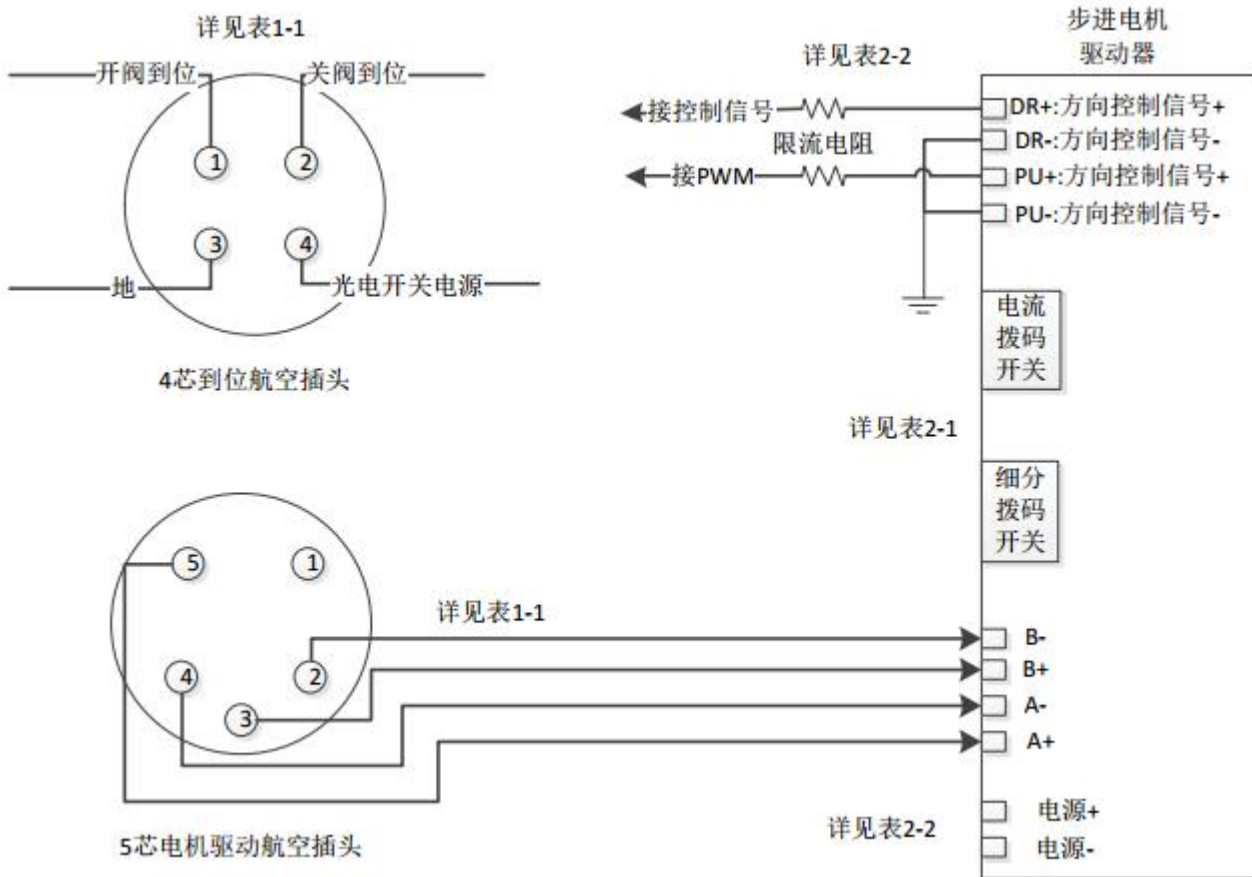

图 1-1 电动插板阀连接示意图
电动插板阀的电气接口接线，如图 1-1 所示，说明见表 1-1。
2、驱动器控制信号说明如表2-2，接线示意图见图1-1